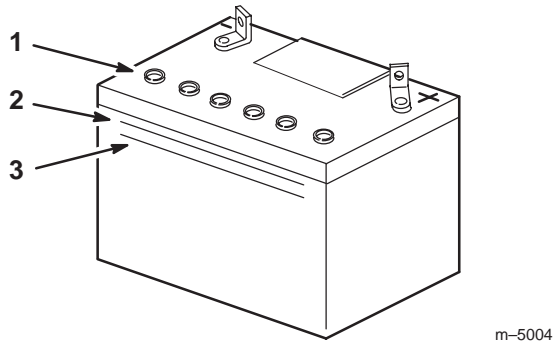

Figure 59
2. Observez le côté de la batterie. Le niveau de l'électrolyte doit atteindre le trait **supérieur** (Fig. 59). Ne laissez pas l'électrolyte descendre en dessous du trait **inférieur** (Fig. 59).
3. Enlevez les bouchons d'aération de la batterie (Fig. 59).
4. Versez lentement de l'eau distillée dans chaque élément jusqu'au trait **supérieur** (Fig. 59) sur le côté de la batterie.
5. Attendez cinq à dix minutes après avoir rempli les éléments. Ajoutez de l'eau distillée au besoin, pour amener le niveau au repère **supérieur** (Fig. 59) sur le côté de la batterie.